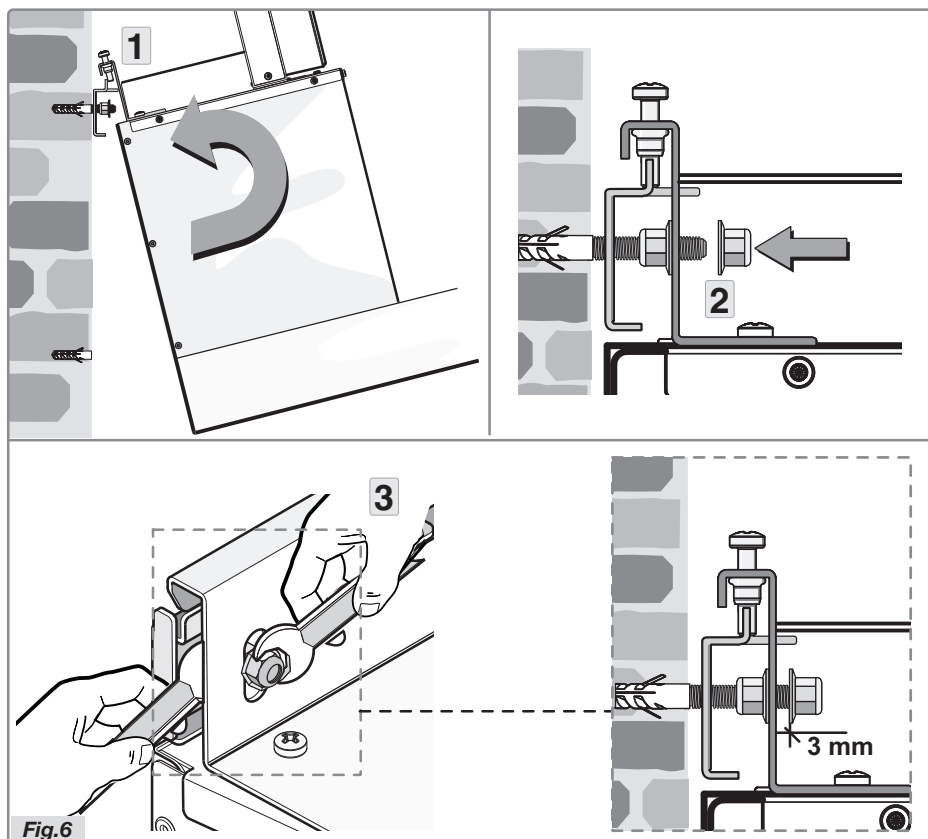

Fig.6
- Faites basculer légèrement la hotte et accrochez-la au collier, comme indiqué (Fig.6, étape 1).
- Positionnez la hotte et accrochez-la au collier en fixant l'écrou sur la vis (Fig.6 étape 2).
- Tenez une clé à molette appropriée dans une main et utilisez l'autre main pour maintenir l'écrou en place avec une deuxième clé (Fig.6 étape 3). La distance entre l'écrou et le collier est d'au moins 3 mm.